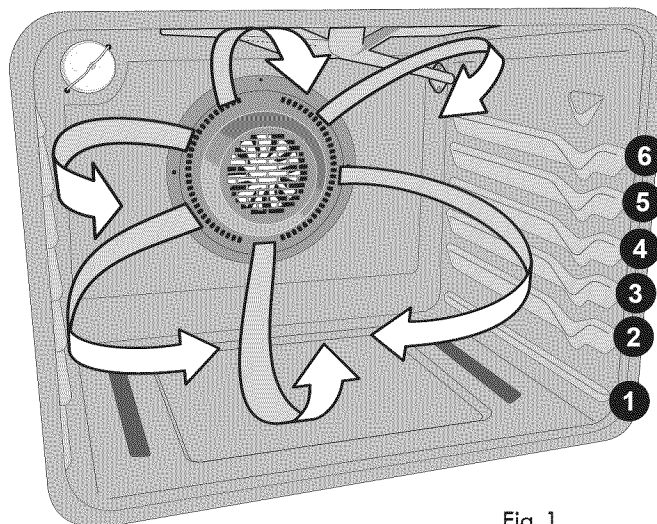

Fig. 1
La cuisson à convection utilise un ventilateur qui fait circuler la chaleur à l'intérieur du four de façon uniforme et continue (fig. 1). La distribution de chaleur étant ainsi améliorée, la nourriture cuit et brunit plus rapidement. Vous obtenez également de meilleurs résultats de cuisson lorsque vous utilisez deux grilles en même temps. L'air chaud circule autour de la nourriture de tous les côtés, emprisonnant jus et saveurs. Les viandes cuites à l'aide de la cuisson à convection sont plus juteuses. La volaille est croustillante à l'extérieur mais reste tendre et juteuse à l'intérieur. Les pains et les pâtisseries cuisent plus uniformément. La plupart des aliments que vous faites cuire dans un four standard peuvent être cuits plus vite et de manière plus uniforme grâce à la cuisson à convection.
- Lorsque vous utilisez deux grilles de four en même temps, placez-les dans les positions 2 et 4 pour obtenir de meilleurs résultats (fig. 1). Veuillez noter que les gâteaux étagés cuisent mieux à l'aide de la caractéristique de cuisson normale.